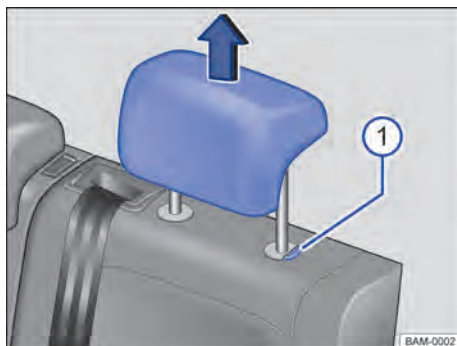

Fig. 67 Apoyacabezas traseros: desmontar.
- Retirar el apoyacabezas con la tecla → fig. 67 ① presionada.
- Empujar el apoyacabezas hacia abajo con la tecla → fig. 67 ① presionada.